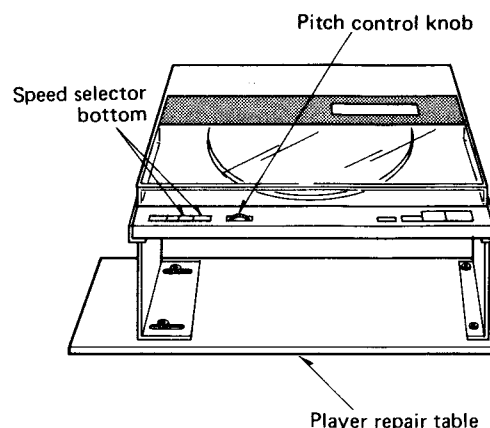

Fig. 22
2. Place the set on the player repair table. (See Fig. 22.)
(Siehe Abb. 22)
2. Placer l'appareil sur la table de réparation pour électrophone. (Voir Fig. 22)